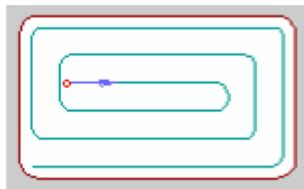

Рис. 22. Тип обработки «Спираль»
5. **Спираль** (рис. 22) — обработка конструктивного элемента по спирали.